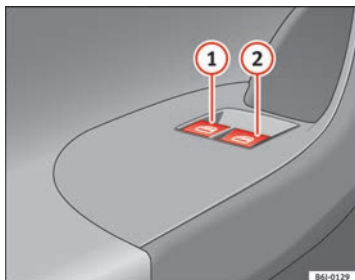

Abb. 50 Ausschnitt aus der Fahrertür: Schalter für die Fenster vorne
Die Tasten ⇒ Abb. 50 ①, ② haben zwei Stufen zum Öffnen und zwei zum Schließen des Fensters. Dadurch ist es einfacher, die Öffnungs- und Schließvorgänge zu kontrollieren.